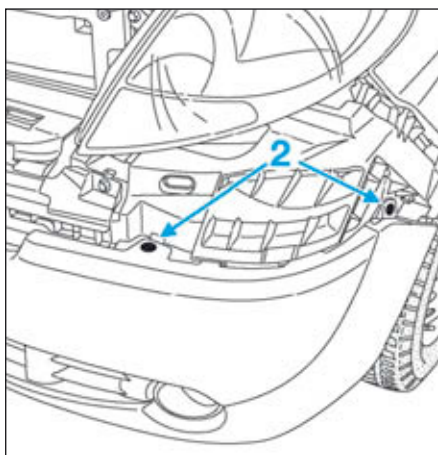

FIG.120
- Déposer les vis latérales (2) (Fig.120).
- Reposer les vis latérales (2) (Fig.120).